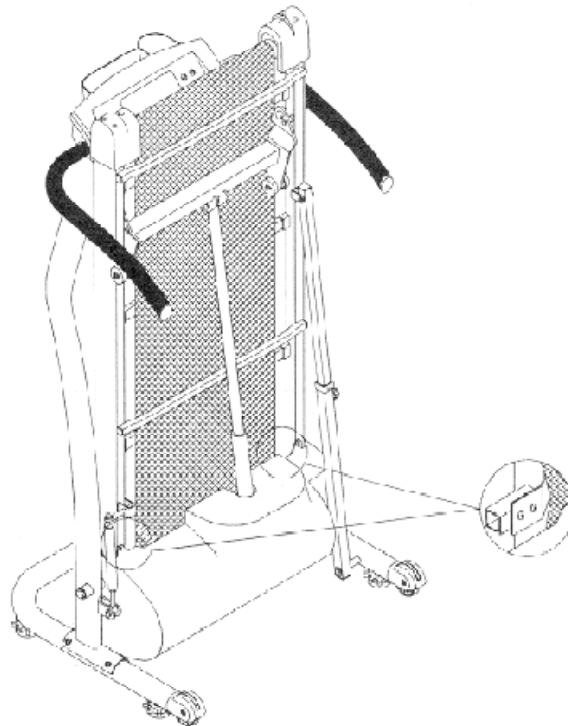

Fig.6
9. Zorg ervoor dat het loopvlak in de randen valt die het loopvlak vastzetten. Deze zijn bevestigd aan de onderkant van de loopband. (zie fig.6).